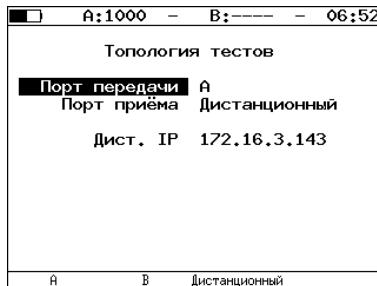

Рис. 7.35. Экран «Топология тестов»
4. На локальном приборе перейти в меню «Сложный трафик» \Rightarrow «Настройки» \Rightarrow «Топология тестов» (см. рис. 7.35). Выбрать: